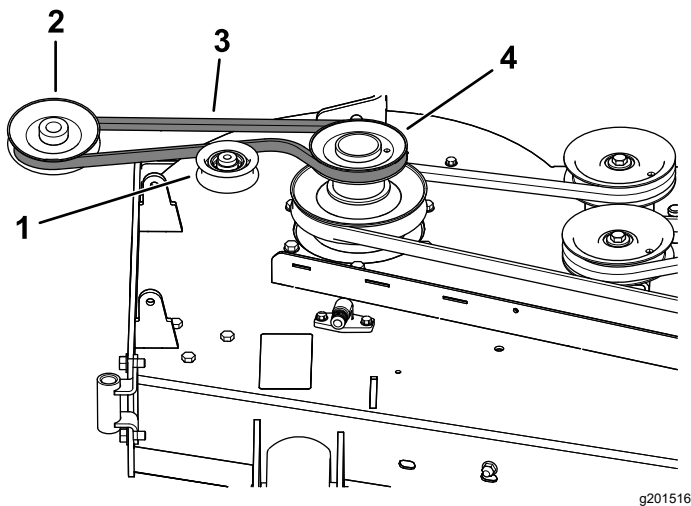
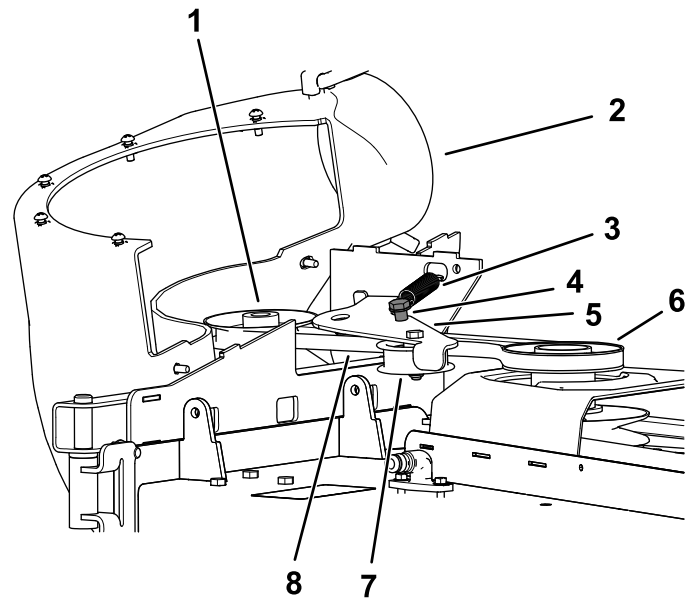

Figura 25
Figura 26
1. Se necessário, instale a correia em redor da polia do soprador (Figura 25).
1. Instale a correia em redor da polia do soprador (Figura 25 e Figura 26); consulte 11 Instalação da estrutura do soprador (página 17).
3. Afaste a polia intermédia da mola do pólo de mola fixo e coloque a correia em redor da polia da plataforma do cortador (Figura 26).
4. Oriente a correia pela polia da transmissão, conforme ilustrado em Figura 25 e Figura 26.